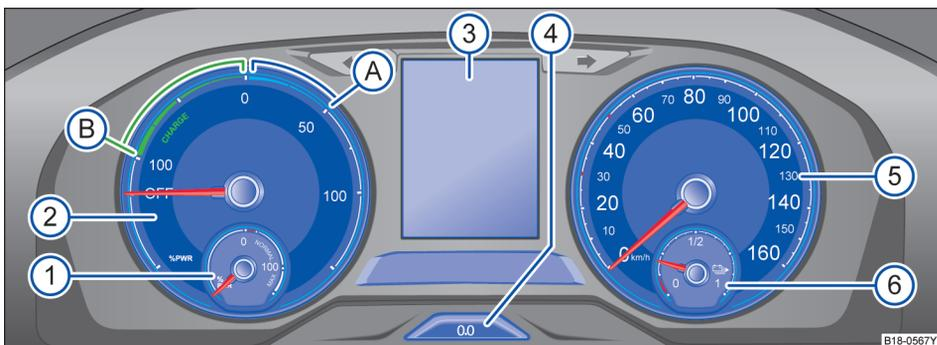

图 10 仪表概览
关于仪表的解释 → 图 10:
在行驶期间，组合仪表上会显示当前行驶功率 → 图 10。
- 按压按钮  图 10  可将短距离行驶里程表清零。